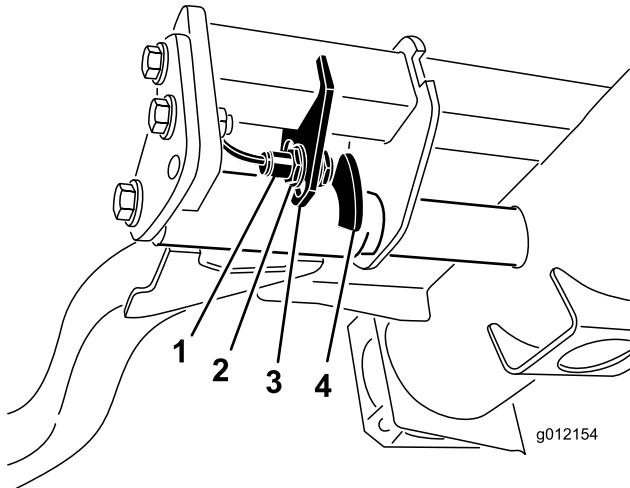

図 54
2. 昇降アームのスイッチは、油圧のメインタンクの下にある右前昇降アームの後ろ側に装着されている図 54。
3. スイッチの取り付けネジ図 54をゆるめ、スイッチの位置を下げるとき、昇降アームの旋回高さが長くなり、上げると、昇降アームの旋回高さが短くなる取り付けボルトを締め付ける。